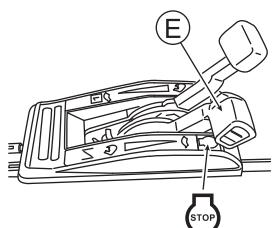

Fig. 21
6. Para interromper ou finalizar o trabalho de corte, retorne o manipulador da embraiagem de acionamento (B) e o manipulador da lâmina (C) e, a seguir, coloque a alavanca do acelerador (E) em "STOP" para parar o motor. (Veja a fig. 21)